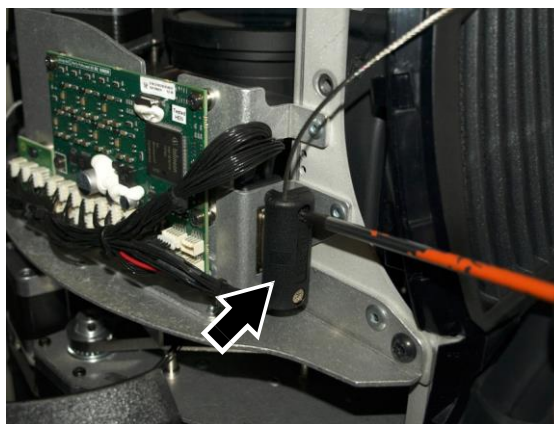

Рисунок 7
13. См. рисунок 7. Натолкнуть мультиконнекторный блок комплекта Veat (отмечен стрелкой) на соответствующий гнездовой разъем в головной части и закрепить его на гнездовой разъеме с помощью двух винтов с головкой под звездообразный ключ 10 в мультиконнекторном блоке.